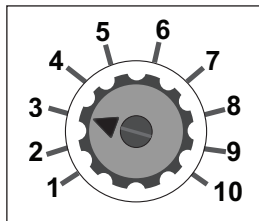

Figura 4:
3. Ajuste el dial de tiempo de funcionamiento mediante la guía de configuración de calibrado y marcado de la bomba. Vea la Figura 4.